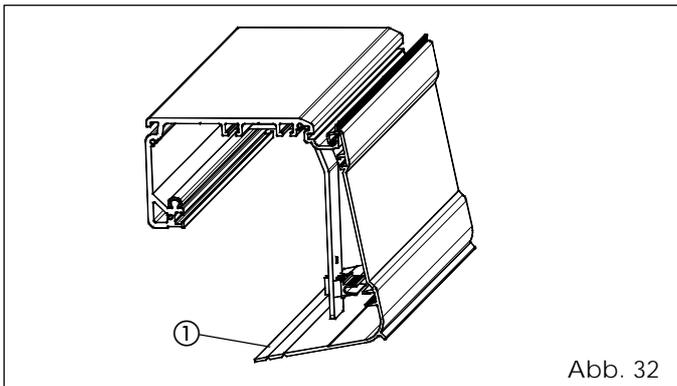

Abb. 32
- Die Schutzabdeckung wird an den Bügeln mit Hilfe der entsprechenden Haken (Abb. 32) befestigt.
- Das überschüssige untere Profil der Schutzabdeckung mit Hilfe einer Zange abknipsen (Abb. 32 - Bez. ①).